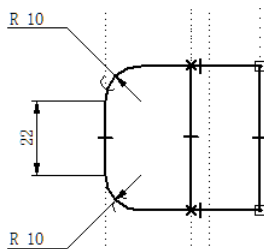

图 7.2.22 添加圆角（二）
(2) 参照此方法，添加图 7.2.22 所示的另一个圆角。